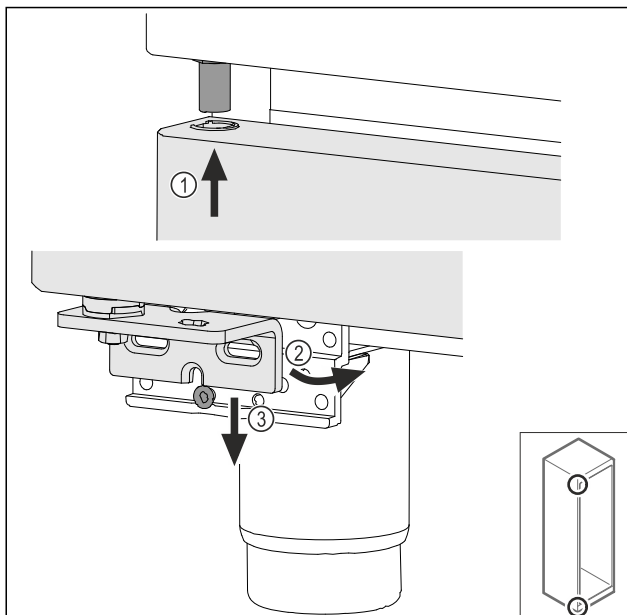

Fig. 45
- Umetnite vrata lagano nagnuta gore Fig. 45 (1), poravnajte vrata Fig. 45 (2) i dolje ih postavite na vijak podloška ležaja Fig. 45 (3).